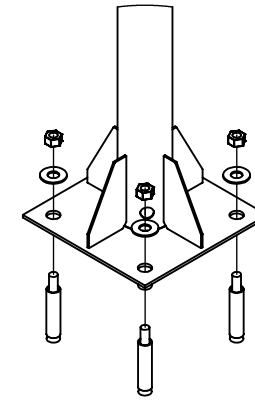
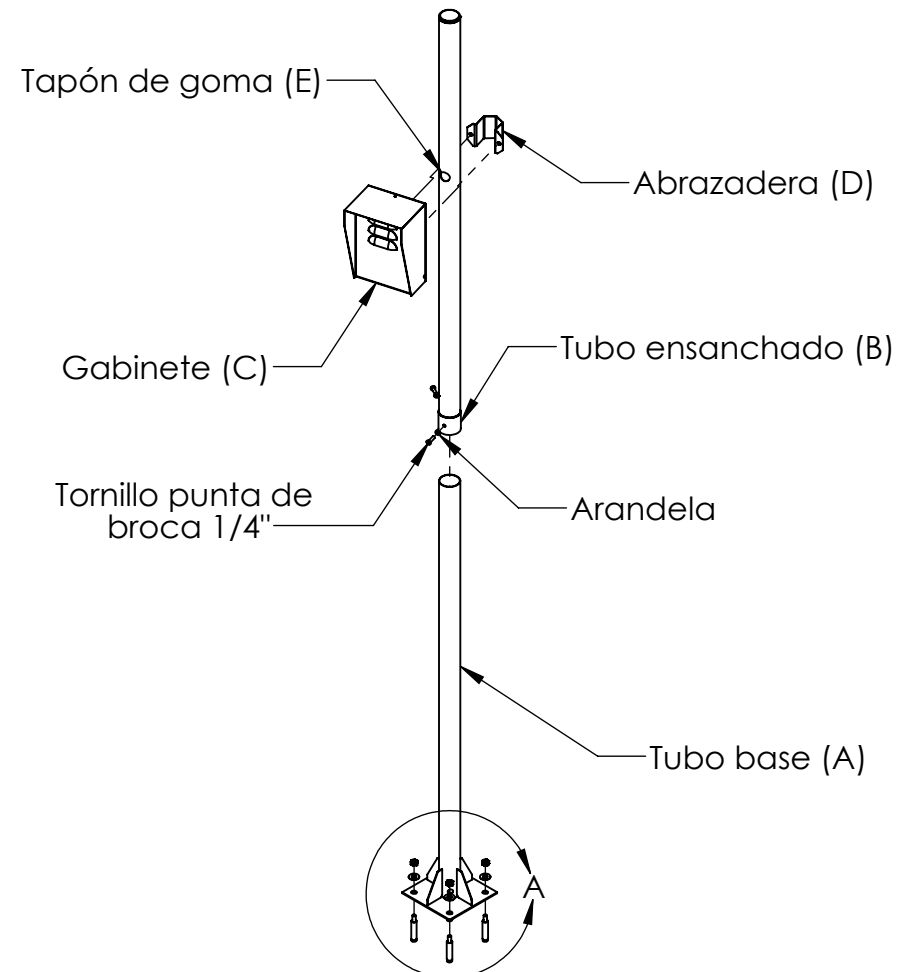

Figura 2.
Figura 1.
2. Una vez barrenadas las preparaciones para los anclajes del piso con la broca de 1/2", proceda a colocar la barrenancla en ellos y el tubo base (A) sobre ellas. Asegurelo con sus respectivas tuercas y arandelas (Ver Figura 2).
3. Realice el ruteo del cable interiormente sobre los tubos pasándolo sobre el orificio inferior ubicado en el tubo base (A) y sacándolo por el orificio inferior del tubo ensanchado (B).
4. Remueva el tapón de goma (E) y perforelo a manera que pase el cable de manera limitada, esto para evitar el ingreso de agua al interior del tubo una vez armado y expuesto a la intemperie. Una vez realizado esto colóquelo en su lugar.
5. Ensamble el tubo ensanchado B en el tubo base (A) hasta sentir que llegó a fin de carrera.
6. Haciendo uso del taladro y la punta de cruz atornille los tornillos punta de broca 1/4" con sus respectivas arandelas en los orificios del tubo ensanchado (B) a manera que perforen a su vez el tubo base (A).
7. Coloque el gabinete (C) de manera que el orificio ubicado en su parte posterior empate con el empaque (E) mismo que se colocó en el tubo ensanchado (B). Asegure su fijación haciendo uso de la abrazadera (D) y sus respectivas tuercas, tal como lo indica la Figura 1.